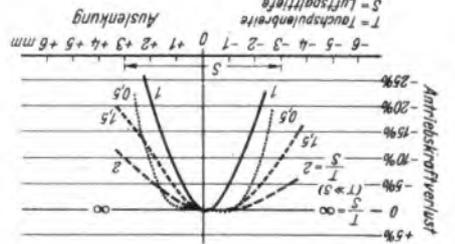

Bild 3 Einfluß verschiedener Breiten- und Längenauslenkung auf den Antriebsstromverlust
Dies ist theoretisch auch bei beliebigem Verlauf der Feldstärke B (A) Bewegungsauslenkung so klein sind, daß die Feldstärke innerhalb des überstrichenen Bereiches noch als konstant angesehen werden darf, oder aber dann, wenn die Spulendimensionen so groß gewählt werden, daß praktisch der gesamte Magnetfluß umfaßt wird, gleichgültig, ob die Spule in Ruhe oder ausgenkrt ist. Die beiden Grenzfälle, nämlich sehr schmale Spule im Feld oder weit überstehende Spule, ergeben also unglücklichsterweise Optimalwerte, während ausgerechnet die gewöhnliche Ausführung einer Schwingenspule mit derselben Tiefe wie der Luftspalt bezüglich der Nichtlinearität die ungünstigste Ausführung darstellt. Bild 3 zeigt Kurven, die bei relativ